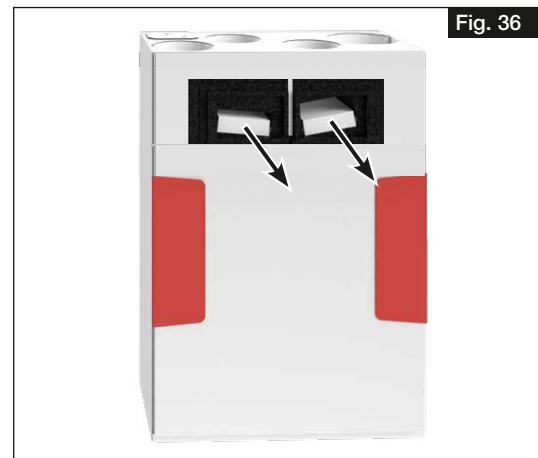

Fig. 36
2. Retirer le filtre vers l'avant et le changer (voir Fig. 36).